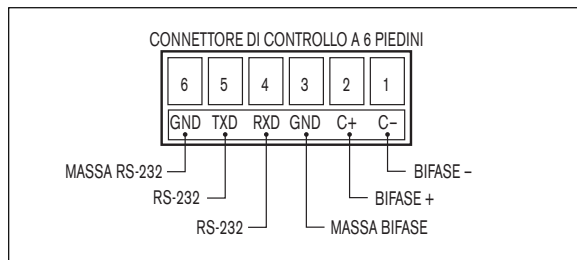

Figura 3 Controllo a monte
1. Disinserire il connettore di controllo a 6 piedini (FIGURA 3) dal modulo AutoTracker.